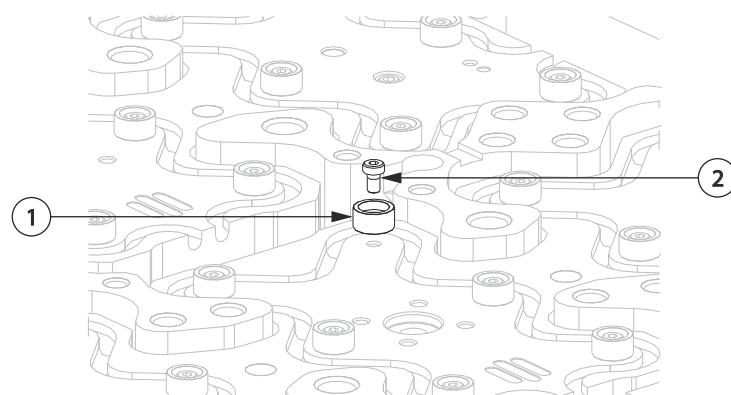

图 6-89：支承隔热垫组件
9. 将支承隔热垫安装到分流板上。有关详细信息，请参见图 6-89。